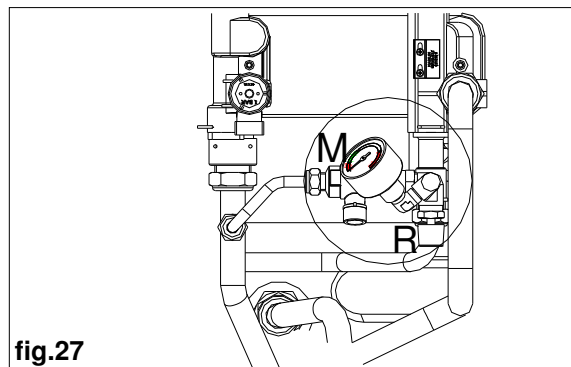
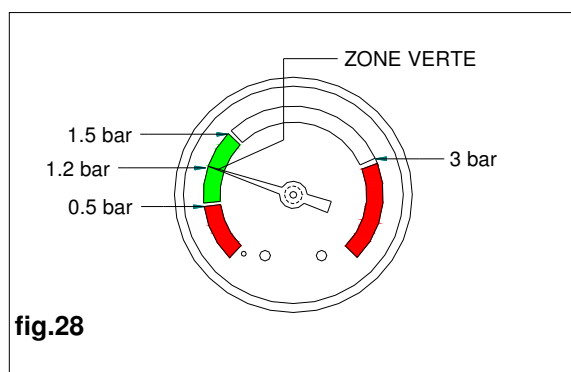

fig.27
fig.28
Pour rétablir la pression de l'eau dans le circuit, ouvrir le robinet de remplissage **R** (fig. 27) et contrôler, au moyen du manomètre **M**, que la pression du circuit arrive à la moitié de la zone verte correspondant à 1,2 bars (voir fig. 28).
Au terme de cette opération, s'assurer que le robinet de remplissage R (fig. 27) est bien fermé.
- Vérifier que la pression de l'eau du circuit de chauffage, lue au niveau du manomètre **M** (fig.27) ne soit pas inférieure à 1,2 bars (fig. 28) ;